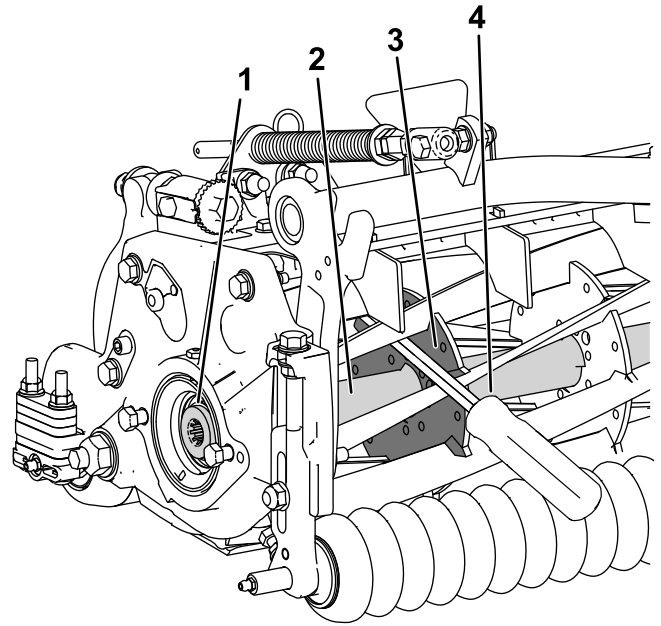

**Figura 28**
1. Desaperte o parafuso do resguardo no lado esquerdo da unidade de corte e eleve o resguardo traseiro (Figura 28).
2. Insira um pé de cabra de cabo longo (recomendado  $\frac{3}{8}$  x 12 pol. com pega de chave de parafusos) através da traseira do cilindro de corte, o mais próximo do lado da unidade de corte que irá apertar (Figura 28).
3. Coloque o pé de cabra contra o lado soldado da placa de suporte do cilindro (Figura 28).